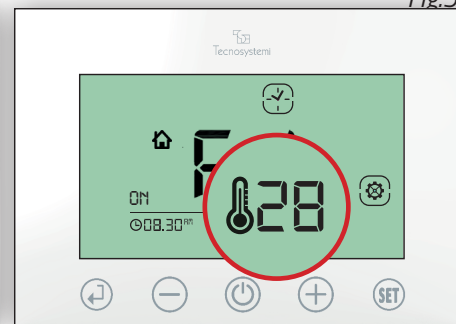

Fig.8
1.5 Impostare la temperature desiderata per la fascia F1 (es. 28 °C) e confermare con (↩). (Fig.8)